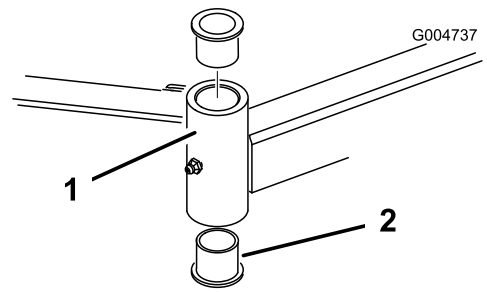

図 97
- ピン・ポンチを使って、チューブの上または下からブッシュをたたき出す(図 97)。他のブッシュも、同様にしてチューブから取り外す。チューブの内部をきれいに清掃する。